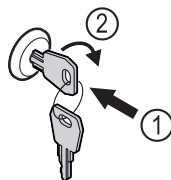

Fig. 200
- ▶ Shtyni çelësin brenda. Fig. 200 (1)
- ▶ Rrotulloni çelësin me 90° në drejtimin orar. Fig. 200 (2)